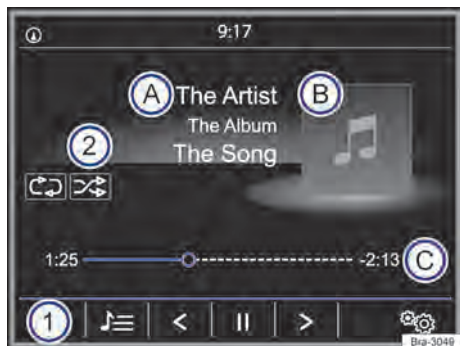

Fig. 143 Menu principal MEDIA.
- Pressionar o botão do rádio **MEDIA** para abrir o menu principal **MEDIA** → Fig. 143.
As fontes de mídia que são reproduzidas atualmente são exibidas na superfície de função na parte inferior esquerda → Fig. 143 ①.
- OU:** no menu principal **MEDIA** tocar na superfície de função → Fig. 143 ① e selecionar a fonte de mídia desejada.